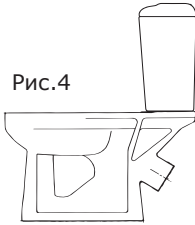

Рис.4
- тарельчатый с косым выпуском с цельноотлитой полочкой (рис. 4),